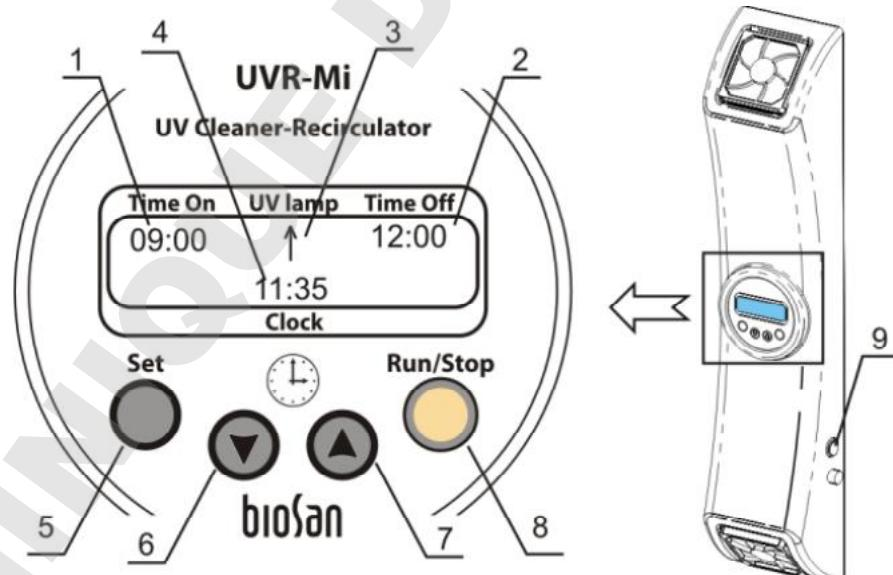

Fig.4 Panneau de configuration
- 4.2. Mettez sous tension en positionnant sur 1 l'interrupteur d'alimentation (fig.4/9) situé sur la face latérale de l'appareil.
- Début de la recirculation du flux d'air en mode automatique - **Time On** (fig.4/1);
- Fin de la recirculation du flux d'air en mode automatique - **Time Off** (fig.4/2);
- Indicateur de fonctionnement du recirculateur UV - **Uv lamp** (fig.4/3);
- Temps réel - **Clock** (fig.4/4).
- 4.4. Maintenez la touche **Set** (Fig. 4/5) appuyée pendant plus de 6 secondes pour activer le mode de réglage du minuteur et de l'horloge. Choisissez le paramètre **Clock** (le paramètre actif clignote; à chaque fois que vous pressez la touche **Set**, la paramètre suivant s'affiche).
- 4.5. Utilisez les touches ▲ (Fig.4/6) et ▼ (Fig.4/7) pour programmer la valeur requise (remarque: pressez la touche pendant plus de 2 s pour accroître la vitesse de modification des valeurs).
Appuyez sur la touche **Run/Stop** (fig.4/8) pour commencer ou arrêter la recirculation (l'intervalle de temps en mode automatique a priorité sur le mode manuel).
Pendant le fonctionnement du recirculateur, le symbole “↑” s'affiche sur l'écran (fig.4/3).
4.8.1. Maintenez la touche **Set** (Fig.4/5) appuyée pendant plus de 6 secondes, puis sélectionnez le paramètre **Time On** (fig.4/1) (début de la recirculation). En utilisant les touches ▲ et ▼, réglez la valeur pour le début en commençant par l'heure, puis, en appuyant sur la touche **Set**, les minutes.
4.8.2 Lorsque l'heure de début est programmée, passez au réglage du paramètre **Time Off** (Fig. 4/2) et entrez les valeurs requises de la même manière.
Attention! Si vous maintenez la touche Set (Fig 4/5) appuyée pendant plus de 10 secondes lorsque vous êtes en mode de durée de fonctionnement de la lampe, le minuteur indiquant la durée de fonctionnement de la lampe sera remis à zéro.